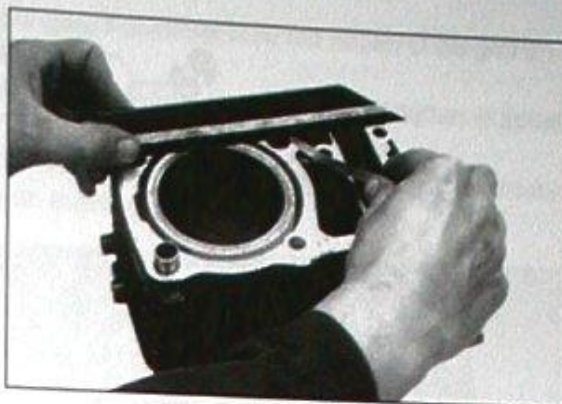

Bild 169
- Mit Haarlineal Zylinderkopf, Zylinderdichtfläche und Zylinderkopfdeckel in mehreren Richtungen auf Verzug prüfen (Bild 169); Verschleissgrenze 0,05 mm.